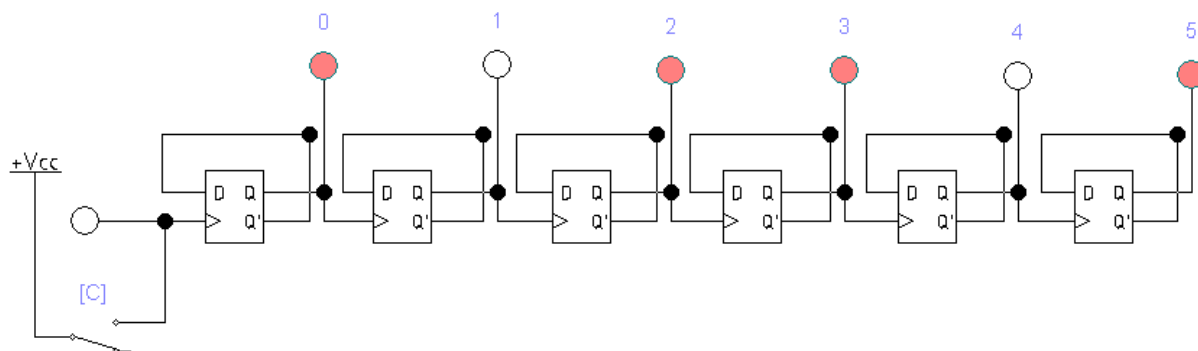

Fig. 3. Schema electrică a contorului binar de ordinul șase al numărării inverse (regim static).
2.1. Construiți schema contorului binar de ordinul șase cu numărare inversă prezentată în Fig. 3.